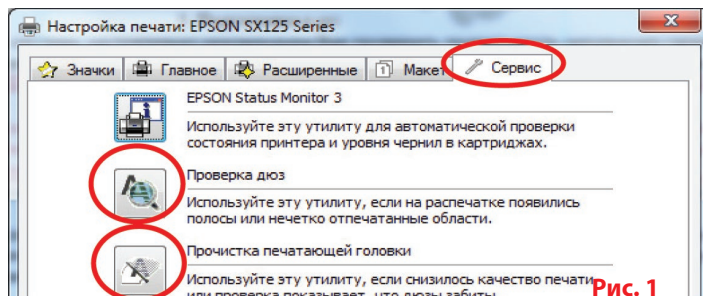

Рис. 1
1.2. Напечатайте тест проверки дюзов для оценки работоспособности принтера. Для этого вызовите диалоговое окно настройки печати принтера: в Windows нажмите „Пуск“ > „Панель управления“ > „Принтеры и факсы“ > нажимаем правой кнопкой мыши на нужном принтере (МФУ) > в контекстном меню выбираем „Настройка печати“ > в открывшемся окне (Рис. 1) выбираем вкладку „Сервис“ > нажимаем кнопку „Проверка дюзов“.
Если тест дюзов дал положительный результат переходите к установке СНПЧ. Результат отрицательный, выполните рекомендации по прочистке печатающей головки программными средствами принтера ((Рис. 1) Вкладка „Сервис“, кнопка „Прочистка печатающей головки“), если это не дает положительного результата обратитесь в специализированный сервисный центр для ремонта принтера и промывки печатающей головки.